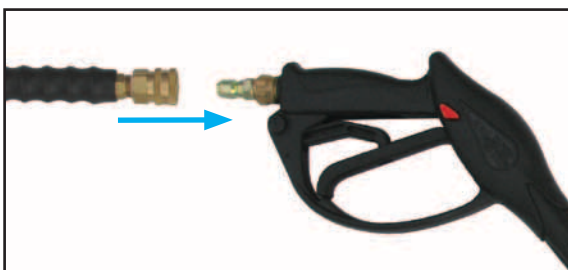

FIGURE 5
1. Fixez le boyaux à haute pression au pistolet de pulvérisation. Tirez la bague du raccord à connexion rapide, insérez le boyaux de pulvérisation et relâchez la bague. Vérifiez si le boyaux à haute pression est correctement installé en tirant dessus. (See Figure 5)